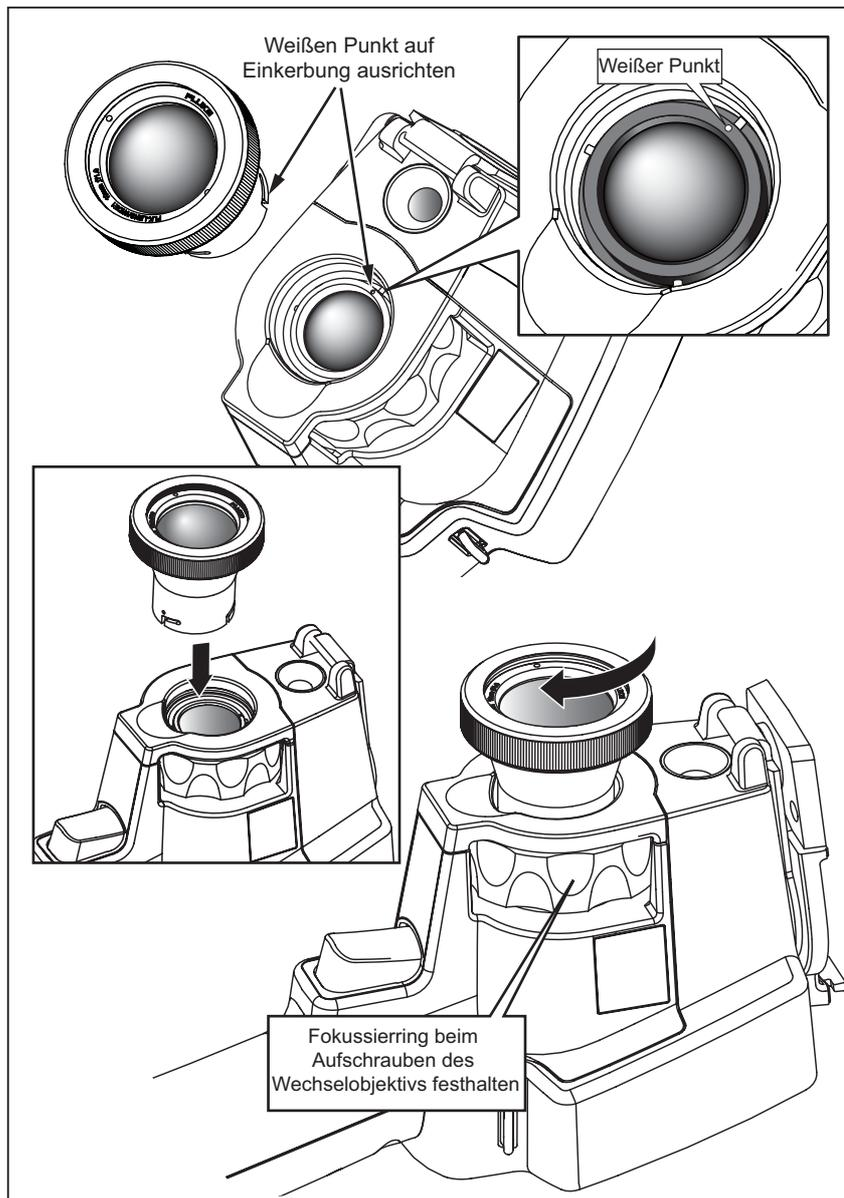

Abbildung 1. Anbringen und Abnehmen der optionalen Objektive
5. Das optionale Objektiv an der Kamera anbringen, indem der Punkt auf dem Objektiv auf den Punkt an der Kamera ausgerichtet wird (siehe Abbildung 1).